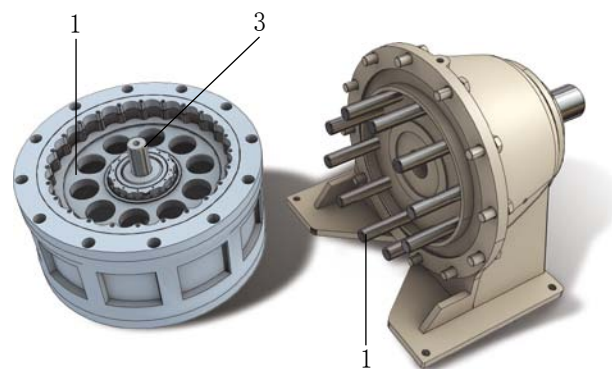
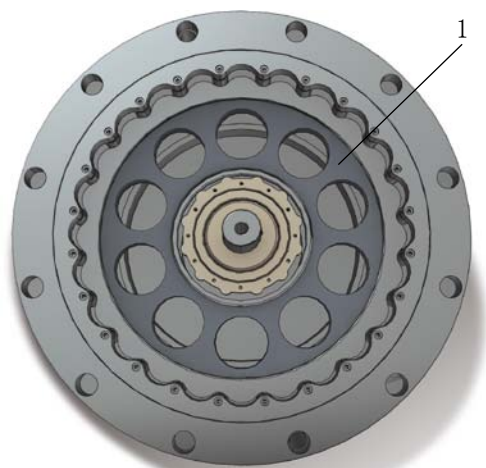

图 1.3-8
图 1.3-9
- d) 用吊环将减速机吊起，铜棒敲打针齿壳与底座联接处，使之分离（图 1.3-8），依次取出摆线轮和轴承（图 1.3-9，图 1.3-10）；